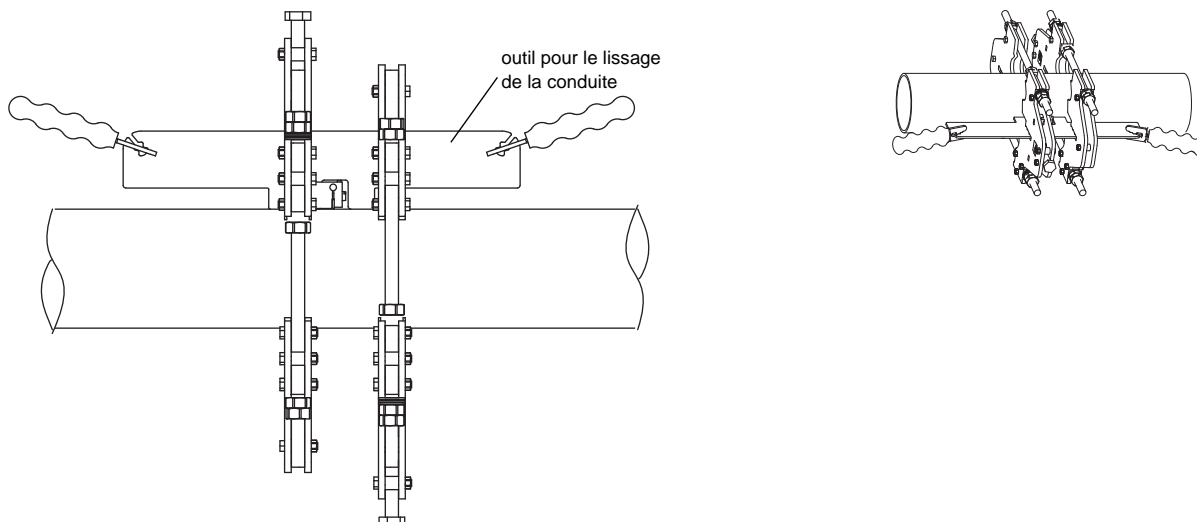

Fig. 3.6: Le lissage du point de mesure avec l'outil pour le lissage de la conduite
Lissez la surface de la conduite à l'aide de l'outil pour le lissage de la conduite fourni (voir Fig. 3.6). Un point de mesure soigneusement lissé permet d'obtenir un couplage acoustique fiable et durable entre la paroi de la conduite et la lame de couplage.
- Glissez l'outil pour le lissage de la conduite dans les découpes pour lame de couplage des dispositifs de fixation à la conduite (voir Fig. 3.6).